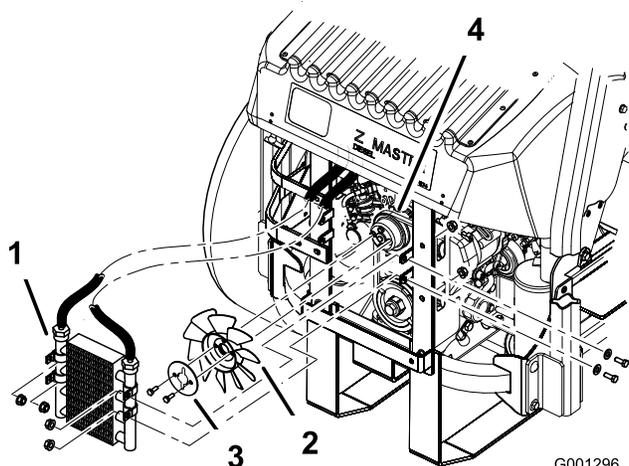

Figura 70
5. Retire los 4 pernos que sujetan el enfriador de aceite y coloque el enfriador de aceite en un lado (Figura 70).
6. Retire los 2 pernos que fijan el ventilador y el disco del ventilador a la máquina (Figura 70).
10. Instale el ventilador y el disco del ventilador en la máquina con los 2 pernos que retiró anteriormente (Figura 70).
11. Instale el enfriador de aceite con los 4 pernos que retiró anteriormente (Figura 70).